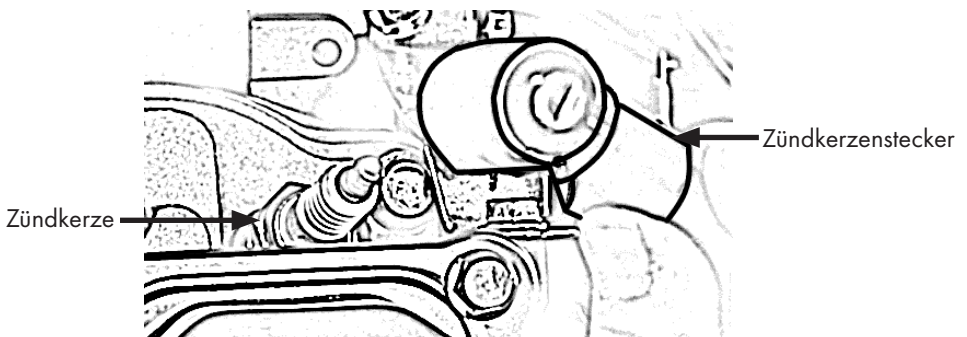

Abbildung 24
- Entfernen Sie das Zündkerzenstecker, Abb. 24.